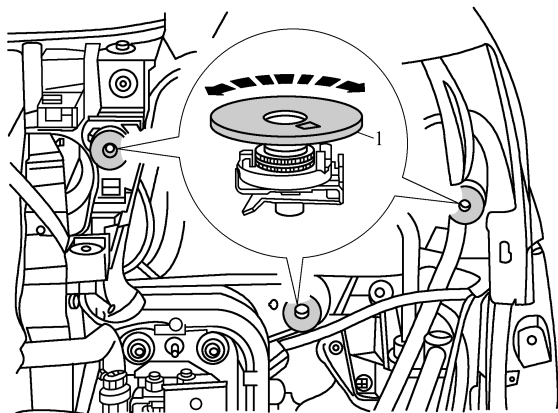

图 11-1-9 检查调节元件的调节螺母
(1) 检查调节元件的调节螺母 1 是否灵活，如图 11-1-9 箭头所示。将调节螺母向下旋到底，但是